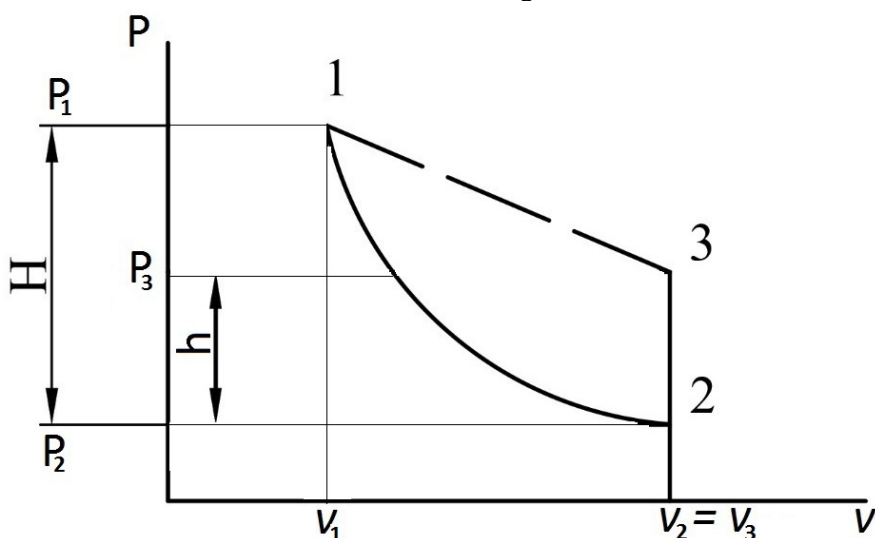

Рис. 1. Графическое изображение процессов, протекающих в опыте
Уравнение адиабатного процесса (кривая 1-2 на рис.1) имеет следующий вид:
Для изотермического процесса 3 – 1 (рис.1) можно записать  $\frac{v_3}{v_1} = \frac{P_1}{P_3}$ , а для изохорного процесса 2 – 3  $v_2 = v_3$ . С учетом этих соотношений получаем
Подставив, согласно рис.1, значения перепадов давления воздуха  $(P_1 - P_2) = H$  и  $(P_3 - P_2) = h$  в уравнение (3), получим